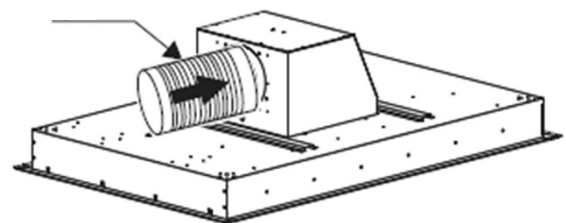

Abb. 10
- d. Montieren Sie die Zierleiste und den Filter der Platte bezogen auf die obigen a/b-Schritte in umgekehrter Reihenfolge, während Sie das Flexrohr am Auslass anbringe (siehe Abb. 10).